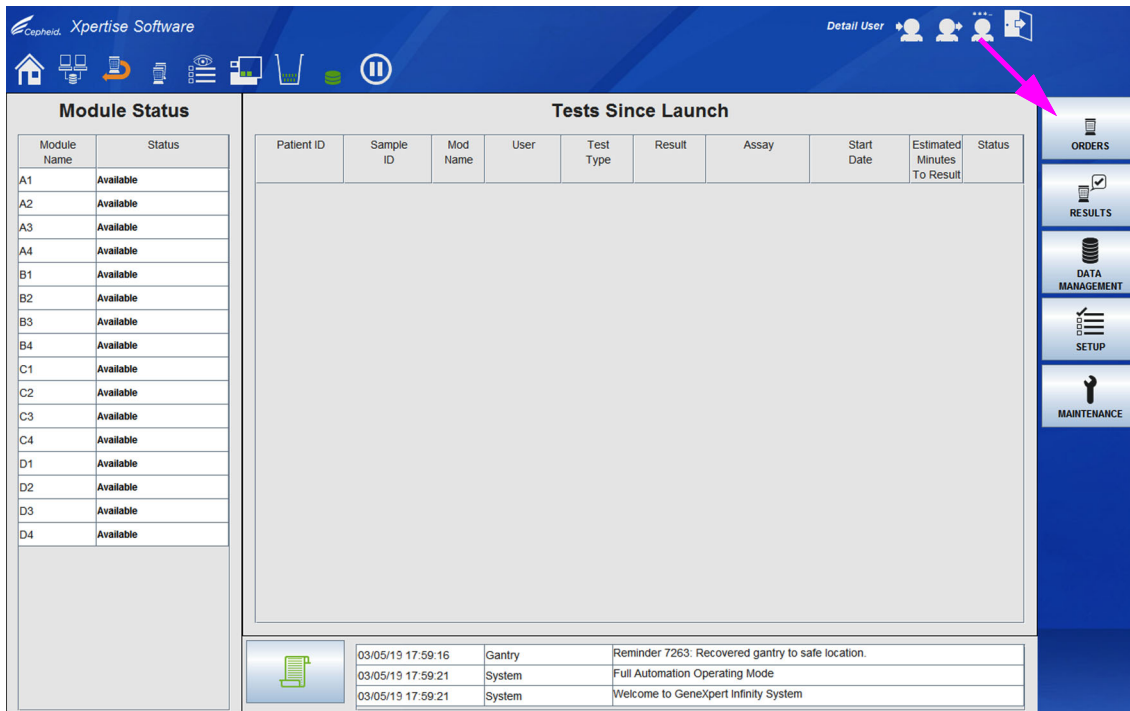
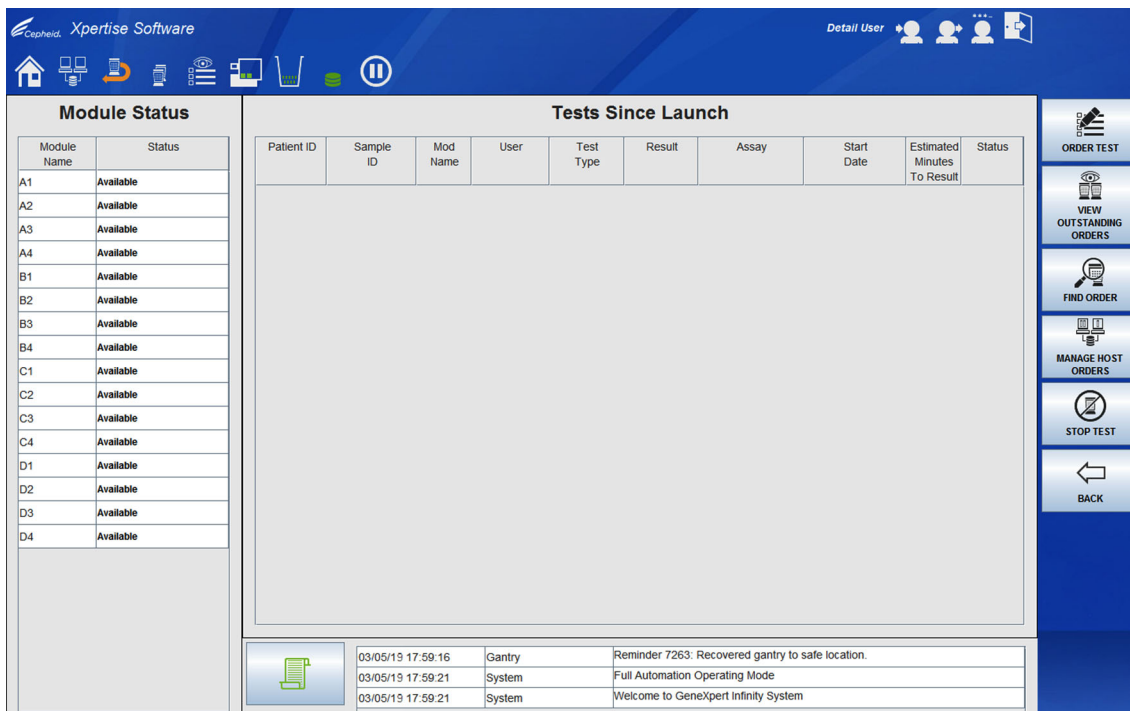
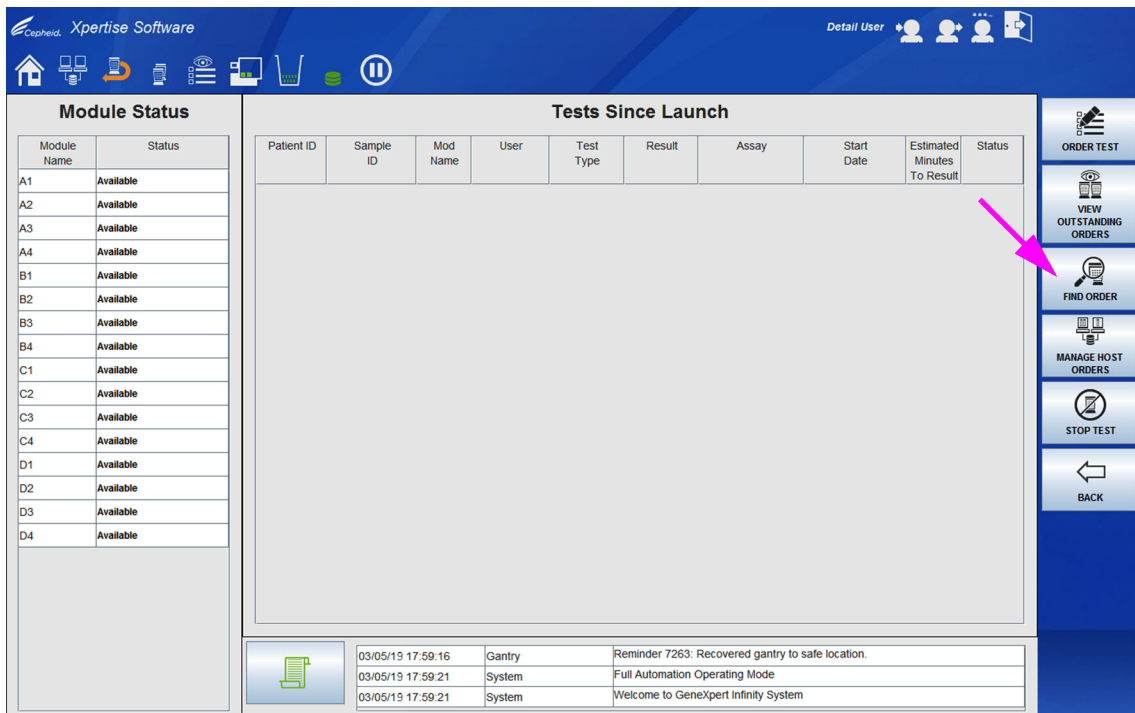
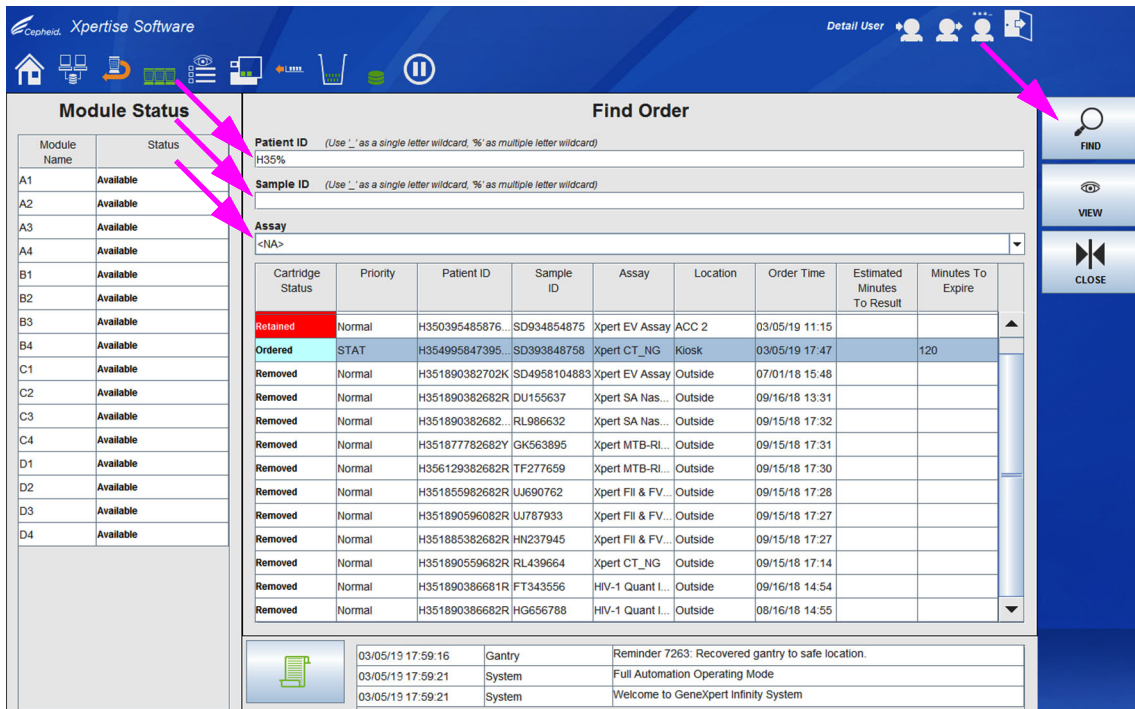

Figura 10-53. Página inicial do software Xpertise
Figura 10-54. Página inicial do software Xpertise – Menu Orders (Pedidos) apresentado
Figura 10-55. Página inicial do software Xpertise
Figura 10-56. Área de trabalho Find Order (Localizar pedido)
Pressionar o botão do menu **ORDERS (PEDIDOS)** (ver Figura 10-53) mostra o menu Order Test (Pedir teste). Ver Figura 10-54.
A seguir é apresentada uma lista de onde as funcionalidades dos botões da área de trabalho do menu Orders (Pedidos) (ver Figura 10-54) são descritas neste manual:
A área de trabalho Find Order (Localizar pedido) permite-lhe localizar um teste pedido (pendente, em curso ou terminado) associado à ID do paciente (se estiver selecionado **Use Patient ID [Utilizar ID do paciente]** na área de trabalho System Configuration General [Configuração do sistema Geral]), a ID da amostra ou ao ensaio. Ver Figura 10-56.
1. Na área de trabalho inicial do software Xpertise (ver Figura 10-53), selecione o botão **ORDERS (PEDIDOS)**. Será apresentado o menu Orders (Pedidos). Ver Figura 10-55.
2. Selecione o botão **FIND ORDER (LOCALIZAR PEDIDO)** (ver Figura 10-55). É apresentada a área de trabalho Find Order (Localizar pedido). Ver Figura 10-56.
4. Após introduzir a ID do paciente, a ID da amostra e/ou o ensaio, selecione o botão **FIND (LOCALIZAR)**. Ver Figura 10-56. O sistema pesquisa os pedidos na base de dados.
- Selecione o botão **CLOSE (FECHAR)**. A área de trabalho Find Order (Localizar pedido), a área de trabalho View Order (Ver pedido) ou a área de trabalho View Results (Ver resultados) é fechada e o menu Order (Pedido) é apresentado. Ver Figura 10-55.